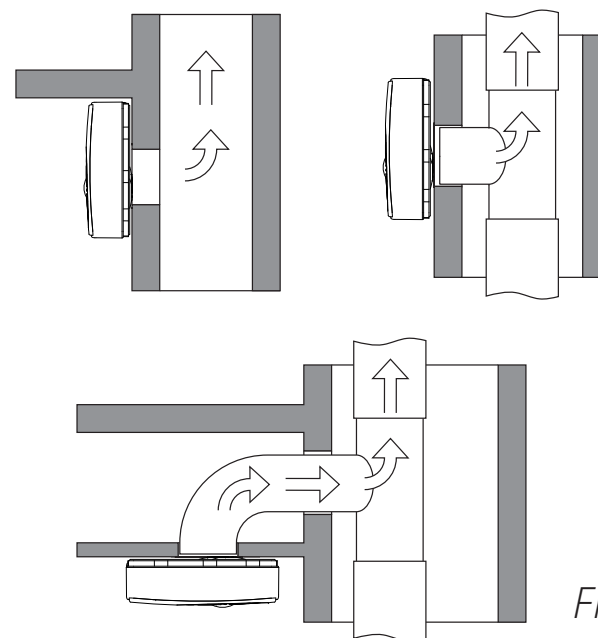
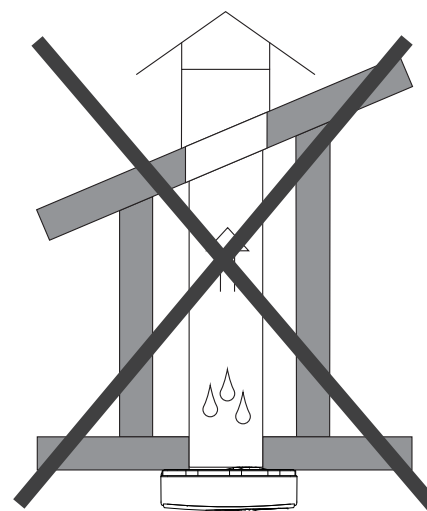

Fig. 3
Fig. 4
- Ved vertikalt avtrekk skal det være avgrening mot viften, Fig. 3. Direkte vertikalt avtrekk er ikke tillatt, Fig. 4.